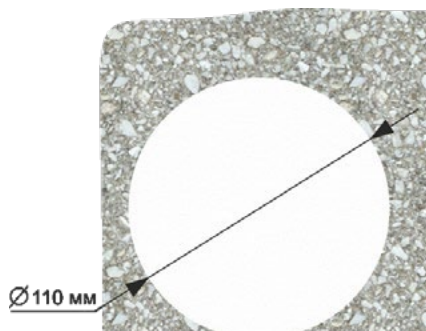

Рис.5
- Коронкой по бетону диаметром 110 мм в стене просверлить отверстие (см. рис.5). Глубина готового отверстия в стене должна быть не менее 42 мм. Этой глубины достаточно для установки монтажной коробки.